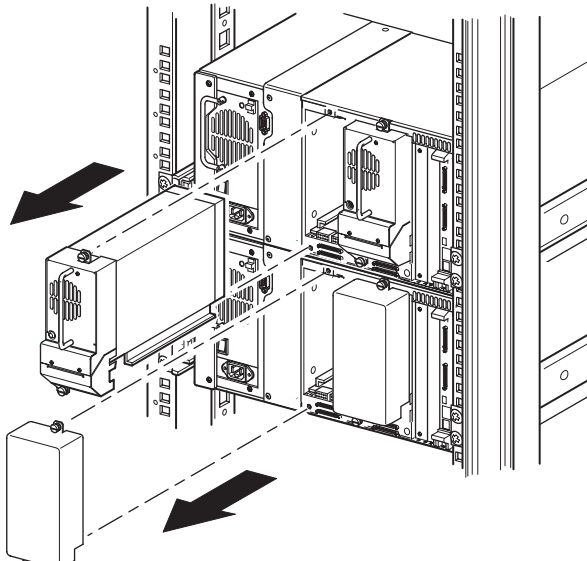

Figura 2-7: Accesso al vano 1 dell'unità
2. Rimuovere i pannelli di copertura o l'assieme alloggiamento dell'unità 1 dal vano adiacente all'apertura della piastra di copertura del meccanismo PTM (vedere la Figura 2-7).